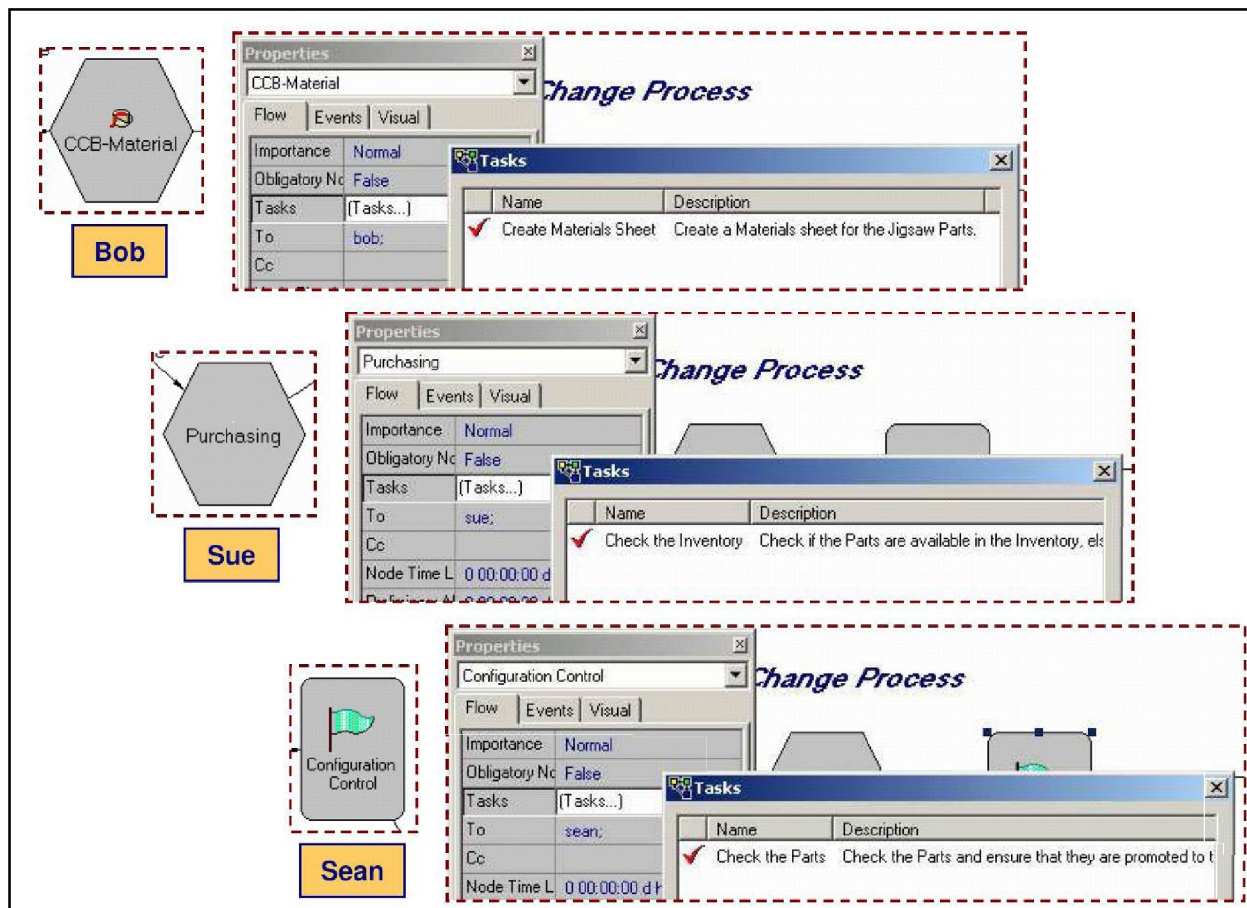

Рис.38. Назначение пользователей и задач
- Назначьте пользователей и задачи для следующих узлов, согласно приложению 1 (рис. 38).